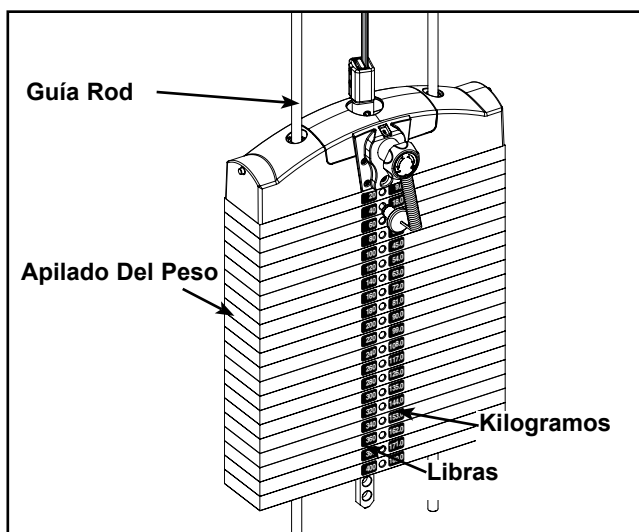

Figura 15
- E. Quitar cuidadosamente la parte delantera, saliendo de las etiquetas que adhieren a las placas del peso. Véase El Figura 15.